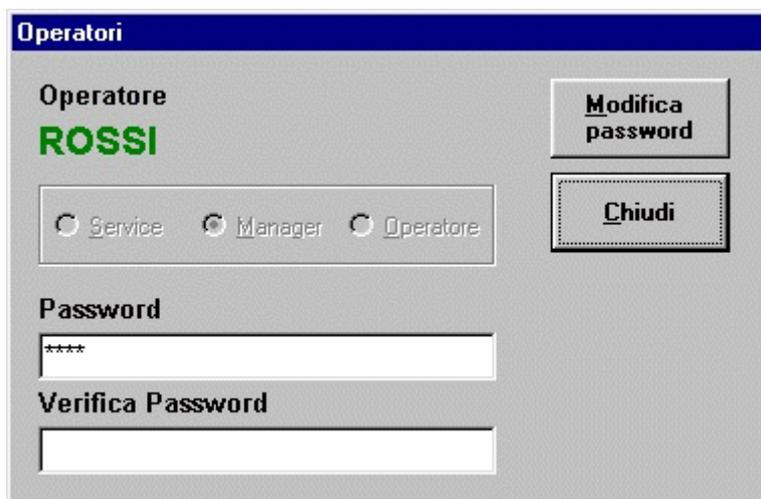

Figura 4.14 – MapsGen32: Finestra Operatori
- 10 - compare allora la finestra Operatori (Figura 4.14) che permette l'inserimento e la registrazione della password del nuovo operatore. In tale finestra digitare, al solito modo, la password da assegnare al nuovo operatore (ROSSI), sia nella casella di testo Password che nella casella di testo Verifica Password. Fare poi clic sul pulsante Modifica Password della finestra Operatori, al fine di registrare la password. Chiudere poi la finestra Operatori facendo clic sul suo pulsante Chiudi;